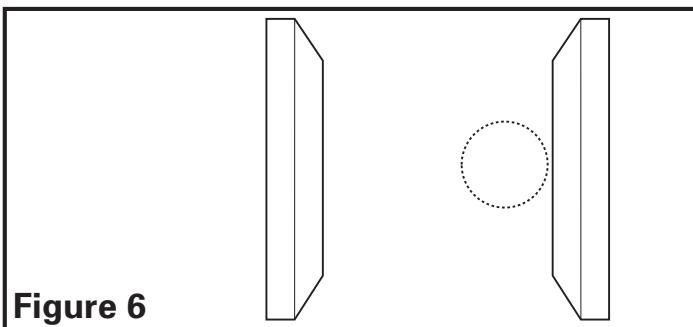

Figure 6
1. Placez le collet / clapet à l'emplacement choisi et tracez un cercle sur la surface. A partir du côté intérieur de la pièce, coupez au travers de la surface. Veuillez noter : Prenez soin de ne pas endommager le plafond et faites une coupe lisse. (**Figure 6**).